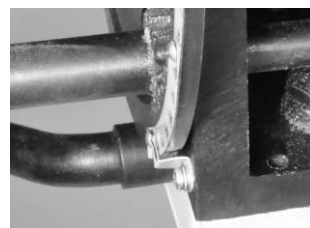

Рис. 13
4. Индикатор угла наклона на цапфе, расположенной под столом в задней части станка, можно отрегулировать, ослабив винт с крестообразной головкой и переместив указатель в положение, точно указывающее установку на 90° . Рис. 13.
1. На нижней опоре цапфы (#17В) слегка ослабьте два болта с шестигранной головкой (#13В), которые крепят опору к раме ленточной пилы. Рис. 13, А.